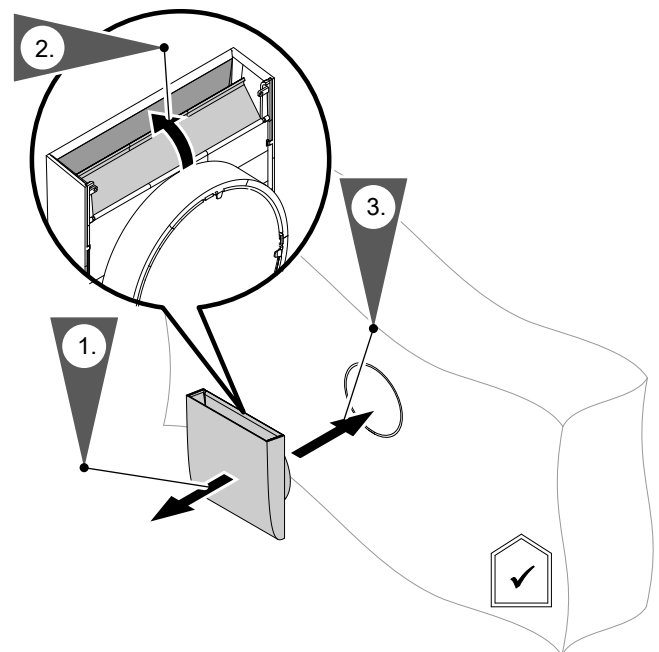

Abb. 1
| Ventilator | Jährlich | 1. Ziehen Sie die Innenwandblende aus der Wand heraus: Siehe Abb. 1 auf Seite 7. 2. Saugen Sie die Frontseite des eingebauten Ventilators mit einem Staubsauger ab. |
1. Ziehen Sie die Innenwandblende aus der Wand heraus: Siehe Abb. 1 auf Seite 7.
4. Schieben Sie die Innenwandblende in die Wand ein: Siehe Abb. 1 auf Seite 7.